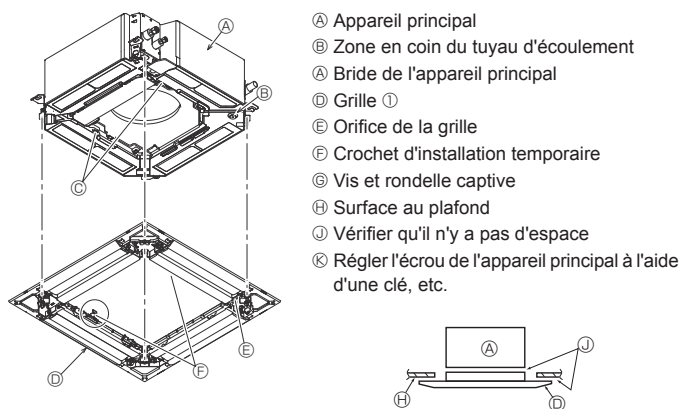

Fig. 9-6
9.4.2. Mise en place provisoire de la grille (Fig. 9-6)
- Fixez la grille sur l'appareil principal en serrant les vis mises en place au préalable. (Fig. 9-6)
- Remarque : Vérifiez qu'il n'y a pas d'espace entre l'appareil principal et la grille ou entre la grille et la surface du plafond. (Fig. 9-6)